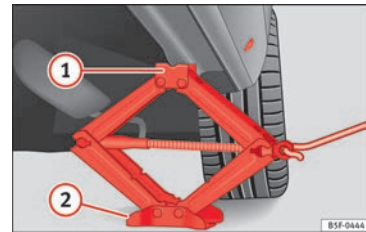

Fig. 75 Larguero: colocación del gato del vehículo.
- Gire el gato*, situado bajo el punto de apoyo del larguero, para elevarlo hasta que la pestaña ① »» fig. 75 quede situada bajo el alojamiento previsto.
- Alinee el gato* de modo que la pestaña ① “agarre” en el alojamiento previsto del larguero y la placa base móvil ② quede apoyada en el suelo. La placa base ② debe caer en la vertical respecto al punto de apoyo ①.